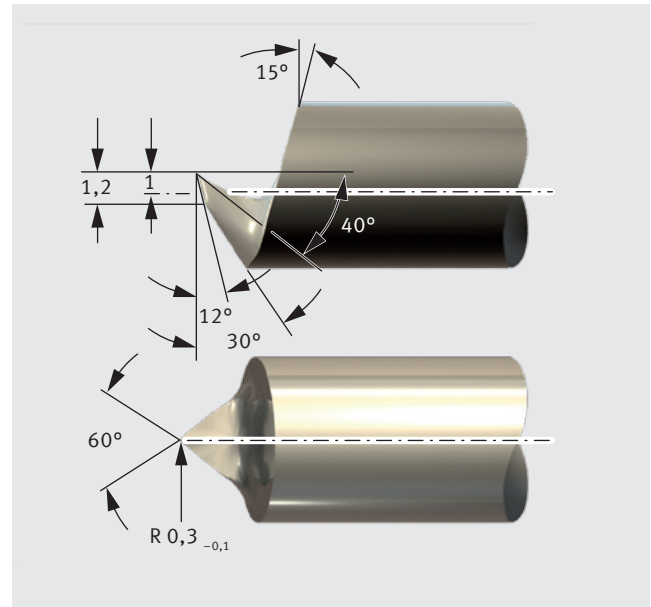

Fig. 66 : Outil de coupe pour KS Permaglide® P22 et P202
- outils en alliage dur (Fig. 66)